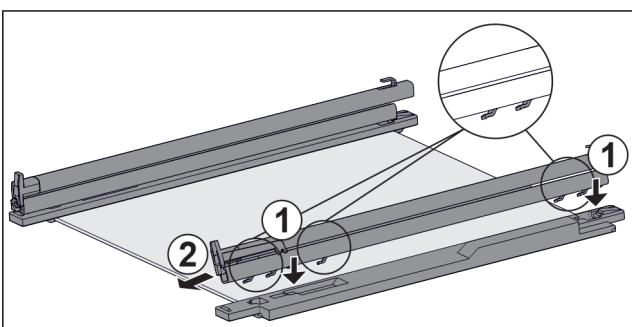

Fig. 55 Sklenená doska s koľajničkami a prídržnými dielmi
- Nasadte háky koľajničky na otvory **ľavého** prídržného dielu. Fig. 55 (1)
- Potiahnite koľajničku dopredu. Fig. 55 (2)
- Nasadte háky koľajničky na otvory **pravého** prídržného dielu. Fig. 55 (1)